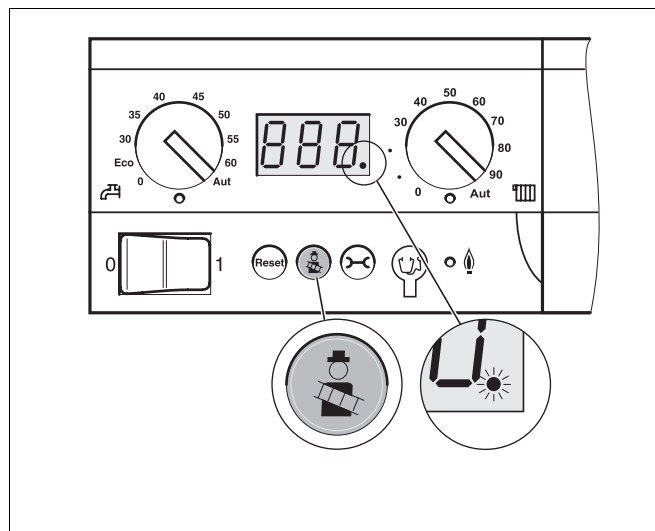

Abb. 11 Handbetrieb einschalten
- Drücken Sie die Taste „Abgastest“ (Abb. 11) länger als 5 Sekunden, bis der Dezimalpunkt im Display blinkt.